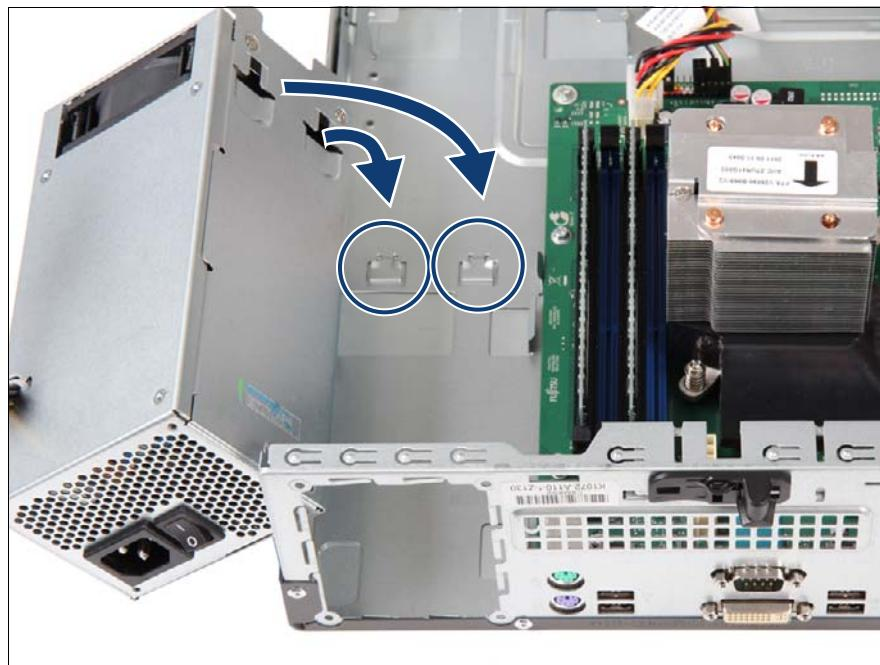

図 18: 標準 PSU の取り付け
- ▶ シャーシの取り付け用ブラケット（図 18 の丸で囲んだ部分）が PSU の下部の表面にある留め具に固定されていることを確認します。